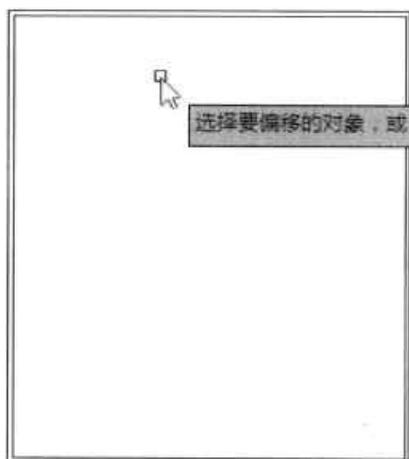

图7-68 偏移长方形
Step02 执行“偏移”命令，将该长方形向内偏移 20mm，结果如图 7-68 所示。